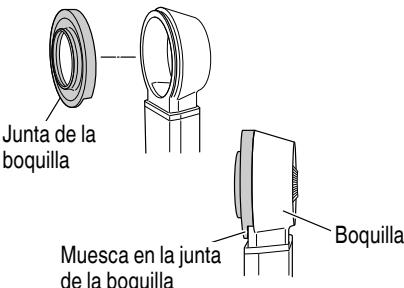

Fig. 19
## 7. Reemplazo de la junta de la boquilla y la tapa del cepillo (Fig. 19, 20)
- (a) Sustitución de la junta de la boquilla (Fig. 19)